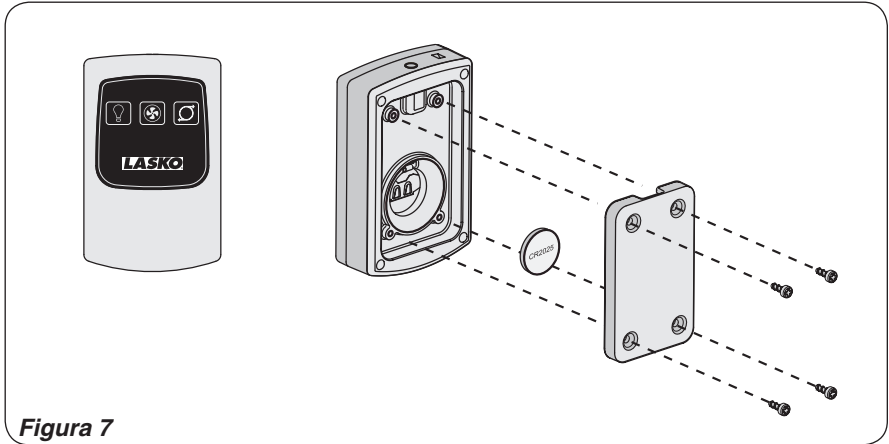

Figura 7
Control Remoto (Figura 7)
1. Instale la batería CR2025 provista y luego ajuste los tornillos de (4) M3 X 8 mm también provistos. *(Figura 7)*